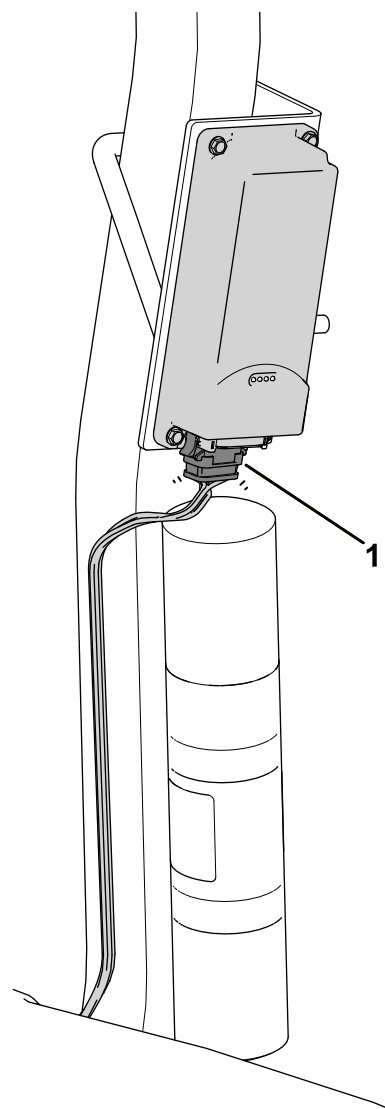

Figura 12
3. Instale o conector rotulado P02 na cablagem da telemática ao dispositivo de telemática (Figura 12).